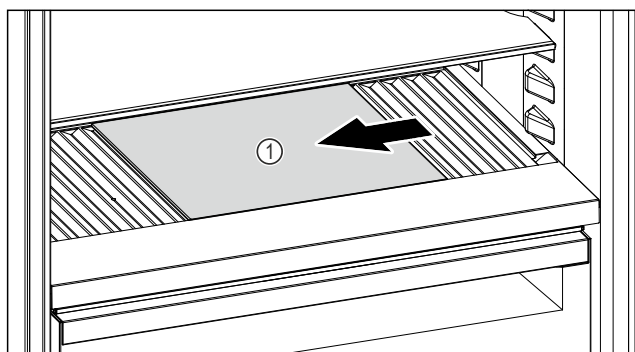

Fig. 204
- Przesunąć płytę szklaną Fig. 204 (1) w lewo, na środek lub w prawo.